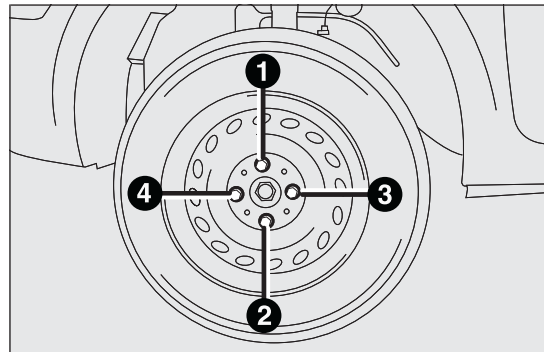

РИС. 118
- ❑ затянуть болты до упора в крестовом порядке как показано на РИС. 118.
- с помощью ключа из комплекта инструментов до упора затянуть болты в указанном порядке РИС. 118;